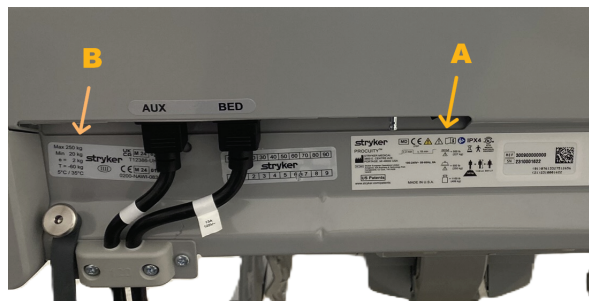

Figura 3 – Etichette sulla testata del prodotto
4. Verificare che l'etichetta con le specifiche del prodotto (A) sul lato testa del medesimo sia leggibile e non sia danneggiata (Figura 3).
5. Verificare che l'etichetta della certificazione NAWI (B) sia leggibile e non sia danneggiata.